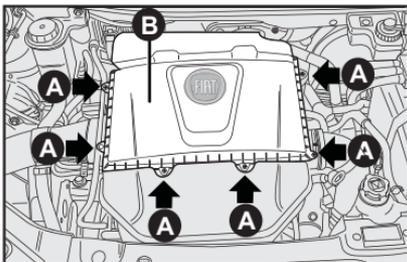
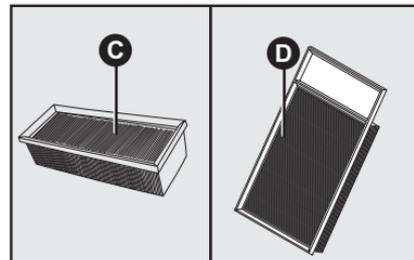

fig. 12
fig. 13
- Saque el elemento filtrante **C**-fig. 13.
Quite los tornillos **A**-fig. 12, quite la tapa **B**-fig. 12 y saque el elemento filtrante **D**-fig. 13.